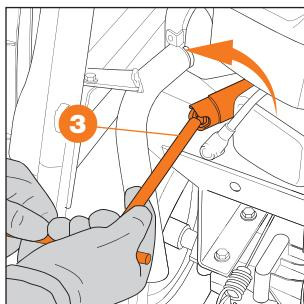

Рис. 19
- Свечным ключом ③ выкрутите свечу ② (Рис. 19).